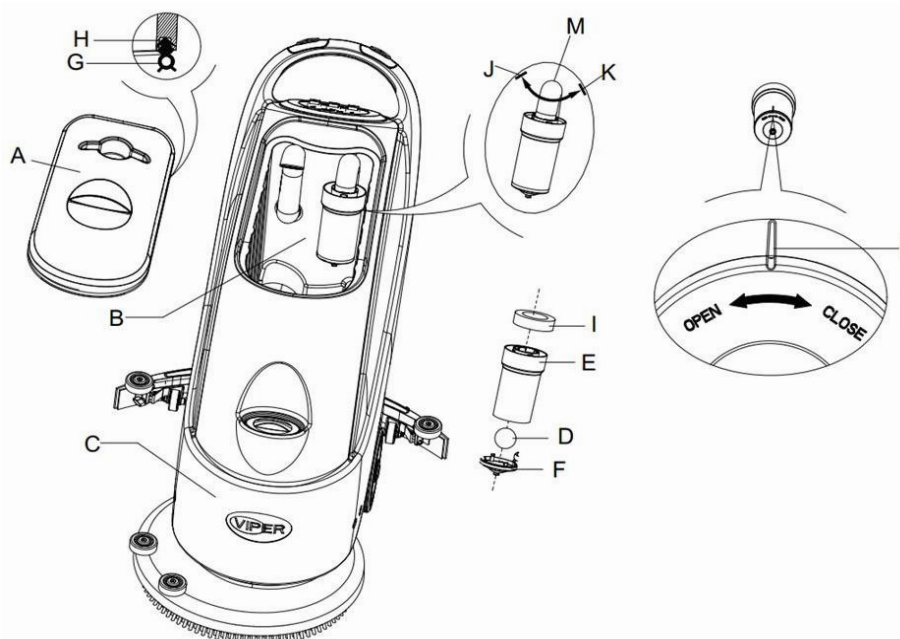

Рисунок 16
2. Нажмите кнопку включения питания (41) и установите ее в позицию “O” для отключение устройства.
3. Откройте резервуар для воды (A, Рисунок 16), и снимите поплавков устройства (36) из резервуара для грязной воды.
4. Используйте чистую воду для очистки крышки (A), резервуара (B и C), и опорной рамы фильтра-поплавка (E). Через отверстие трубы (15), слейте всю воду из резервуара.
5. При необходимости, возле символов “Open” и “Close” как показано на **рисунке 16**, отсоедините нижнюю крышку (F) от фильтра-поплавка и очистите поплавок (D), опорную раму (E), а также фильтр подушки (I). После очистки зафиксируйте фильтр-поплавков на опорной раме (E), а затем выровняйте паз (L) на нижней крышки (F) с пазом поплавкового фильтра (L) к опорной раме (E). Поверните нижнюю крышку (F) с точкой фильтра-поплавка и закрепите плотно фильтр к подушке (I) на опорную раму фильтра-поплавка (E), а затем на Вакуумную трубку (M).
6. Проверьте герметичность уплотнительного кольца (G) крышки резервуара с водой..